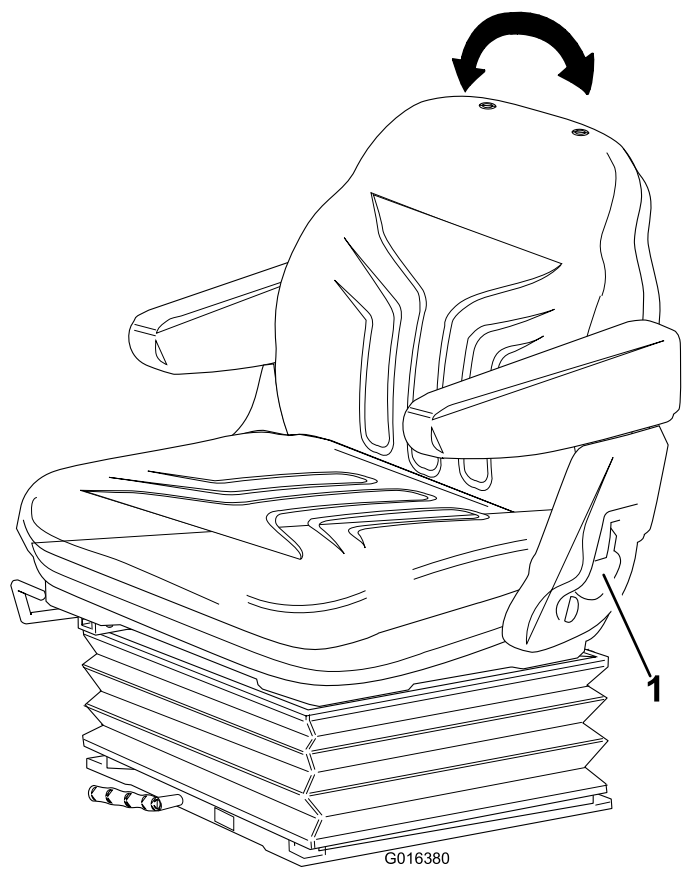

Figura 25
- Tirare la maniglia verso l'esterno per regolare l'angolo dello schienale del sedile (Figura 25).